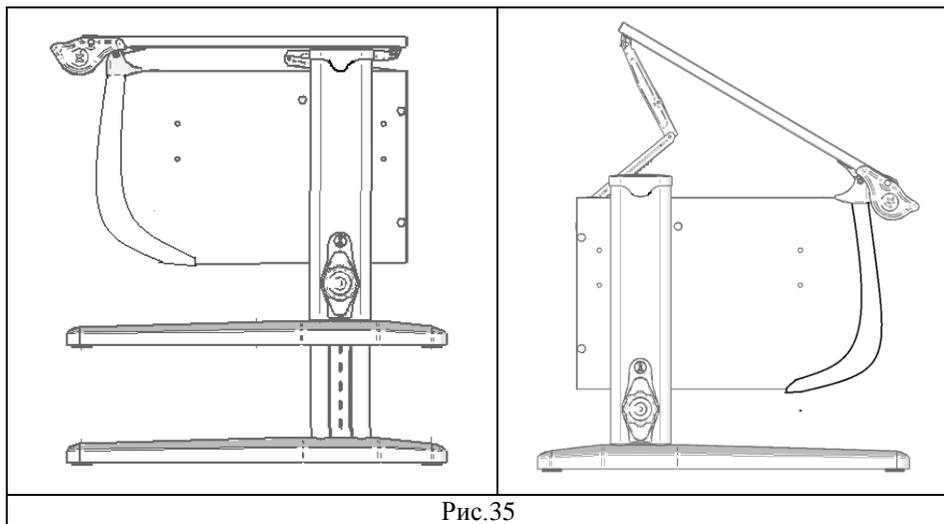

Рис.35
6.2 Для удобства эксплуатации потребителями различных возрастных групп стол имеет возможность ступенчатой регулировки столешниц по высоте и углу наклона (см. рис. 35).